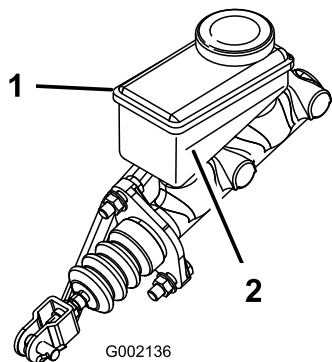

Bild 65
5. Lesen Sie den Flüssigkeitsstand am Stutzen an der Seite des Behälters ab (**Bild 65**).
- B. Füllen Sie DOT 3-Bremsflüssigkeit in den Behälter, bis der Füllstand über der Minimum-Markierung liegt (**Bild 65**).